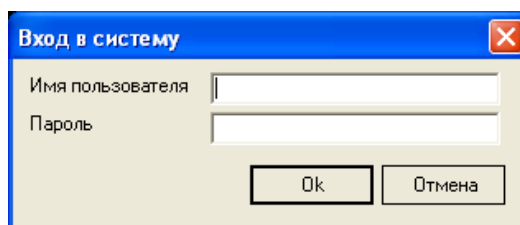

Рисунок 4 – Окно *Вход в систему*
**Задание 3.** Загрузите рабочую базу данных пользователя, в списке доступных баз данных выберите персональное имя рабочей базы данных и щелкните *OK*. В окне *Вход в систему* (рисунок 4) введите логин (имя пользователя) и пароль (логин и пароль для входа уточните у преподавателя).